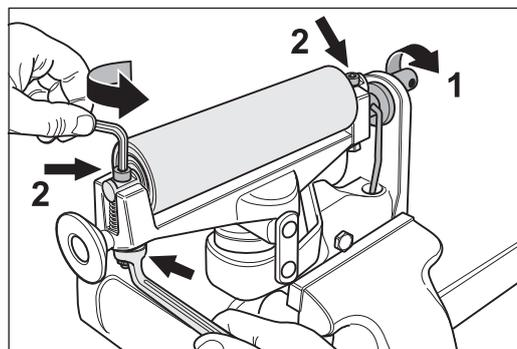

Fig. 42 Afloje los tornillos Allen sujetando al mismo tiempo las contratuercas con una llave poligonal. En su caso, gire la manivela en el sentido indicado.
- 1 Sujete el grupo en un tornillo de banco y afloje los dos tornillos de fijación del rodillo tensor. Cuando lo haga, sujete firmemente las contratuercas con una llave poligonal. Si no llega con la llave poligonal a las contratuercas, vuelva a atornillar la palanca de mando en la manivela y gire dicha palanca hacia abajo de modo que se eleve la parte superior del grupo (Fig. 42).